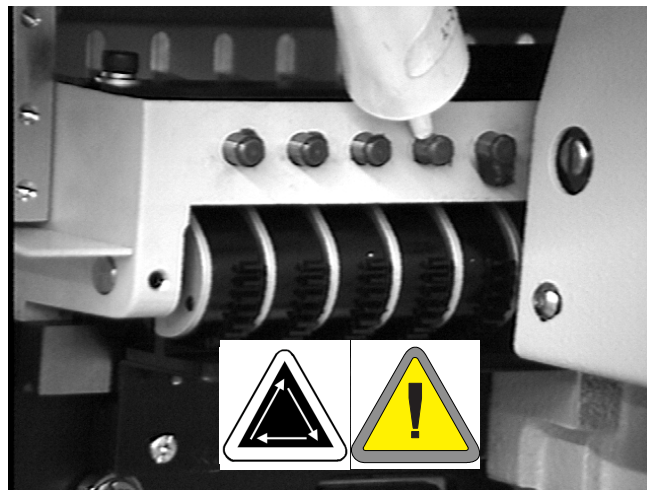

Abbildung 4-21
1. Wird Farbwechselnocke angezeigt, drücken Sie die Taste . Das Nadelgehäuse geht zu Nadel 10. Siehe Abb. 4-21, um die Farbwechselnocke zu ölen; VERWENDEN SIE NUR EINE GERINGE MENGE ÖL, um die Farbwechselnockenstifte zu ölen. Nach Beendigung die Taste  drücken (die Maschine wird einige Farbwechsel durchführen, um das Öl zu verteilen).